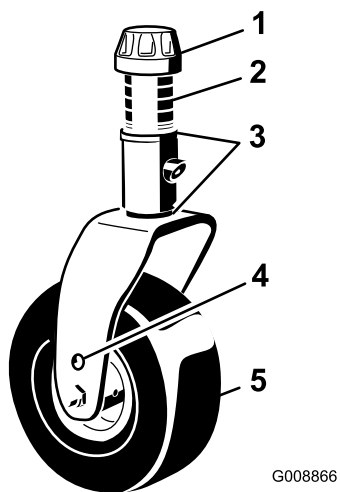
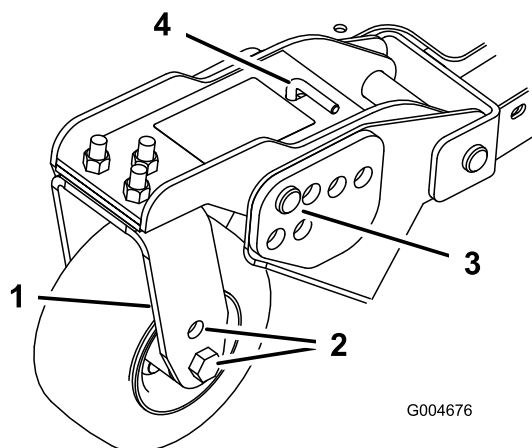
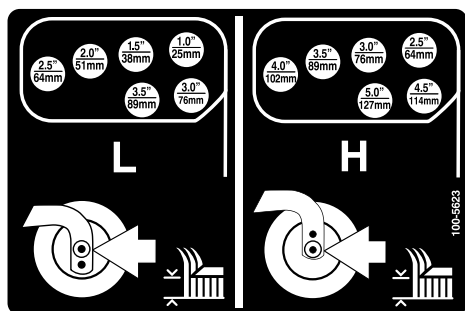

Figure 22
Figure 24
Figure 25
1. Placez les essieux des roues pivotantes dans les mêmes trous sur toutes les fourches (Figure 22 et Figure 24).
2. Enlevez le chapeau de tension de l'axe de pivot et sortez l'axe du bras de la roue pivotante (Figure 22).
6. Enlevez la goupille fendue et les axes de chape des bras pivotants (Figure 24).
7. Tournez la tige de tension pour élever ou abaisser le bras de pivot jusqu'à ce que les trous soient en face de ceux du support de hauteur de coupe sélectionnés dans le cadre du plateau de coupe (Figure 24 et Figure 25).